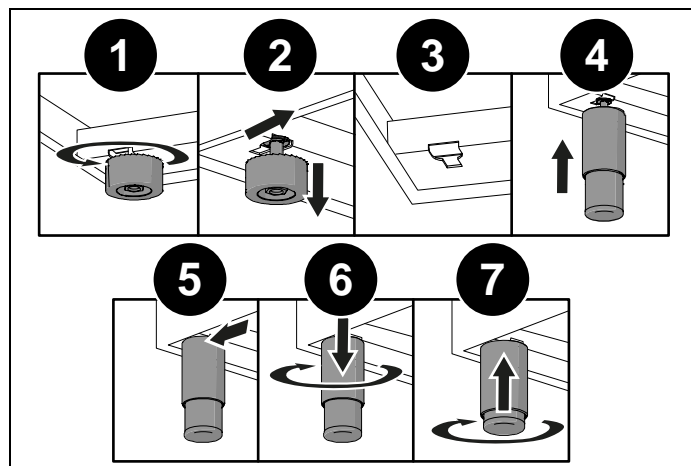

Fig. 5
- démonter les supports (1 et 2, Fig. 5),
- encliqueter les pieds dans le dispositif en forme de clé situé sous l'appareil (3 et 4, Fig. 5),
- visser fermement les pieds à la base (5 et 6, Fig. 5),
Ajuster la hauteur des pieds à la bonne hauteur (7, Fig. 5).
En abaissant l'appareil, éviter de maintenir la tension sur les pieds (Fig. 5). On suggère d'utiliser une épaisseur sur la base ou une palette pour éviter d'incliner la cuisinière.